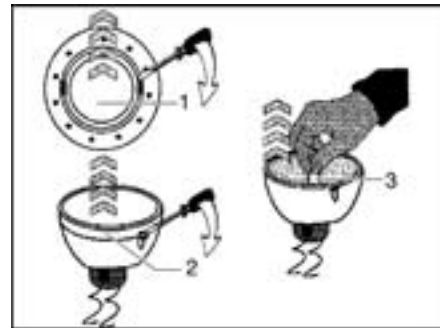

Bild 183 Halogenleuchte wechseln
- Inneren Abdeckring (Bild 183,1) mit einem Schraubendreher vom Gehäuse lösen.
- Abdeckung mit der Glasscheibe (Bild 183,2) vom unteren Teil der Halogeneinbauleuchte mit einem Schraubendreher lösen.
- Halogenleuchte (Bild 183,3) entfernen.